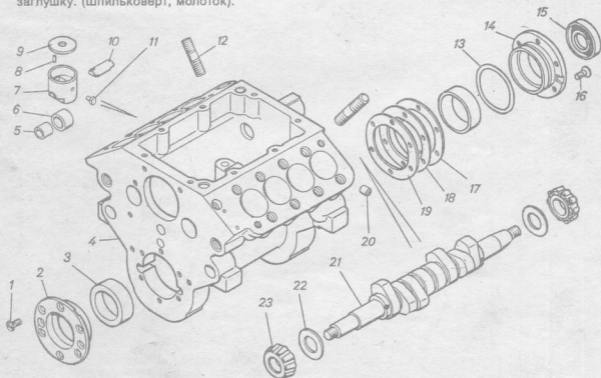

Рис. 4. ТНВД:
22. Отвернуть винты 1 и 16 (рис. 4) крепления передней 14 и задней 2 крышек подшипников, снять крышки 2 и 14, выпрессовать сальник 15 обоймы подшипника с передней стороны, снять четыре регулировочные шайбы 17—19, кольцо уплотнительное 13. (Отвертка с крестообразным шлицем, молоток, бородок, отвертка 4,0 мм).
27. Вывернуть шпильки 12 (рис. 4) из корпуса ТНВД крепления секций. Шпильки из корпуса ТНВД выворачивать по мере необходимости. (Шпильковерт).